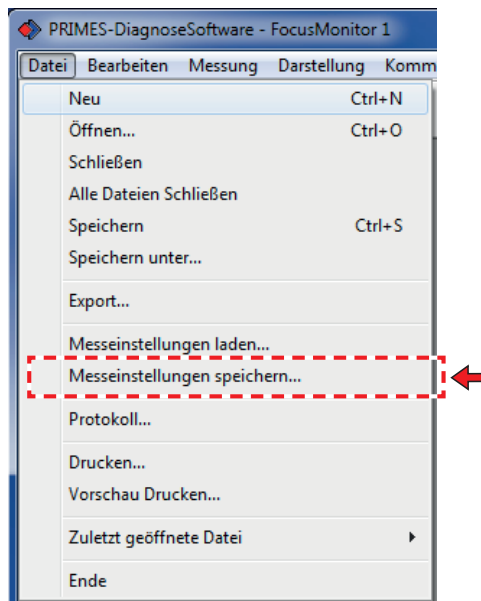

Abb. 21.17: Messeinstellungen speichern
2. Wählen Sie den Menüpunkt *Datei>>Messeinstellungen speichern* (siehe Abb. 21.17)